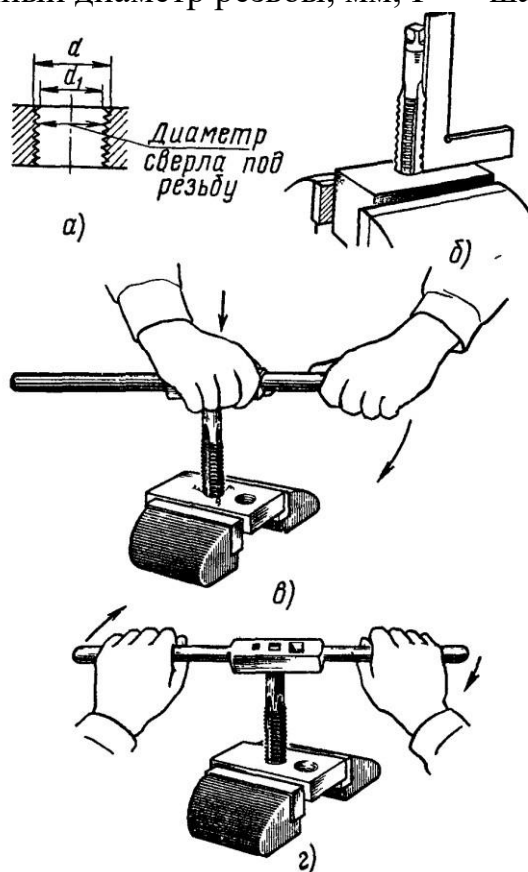

Рис. 84. Нарезание резьбы в сквозных отверстиях:
1. Изучить чертеж. Определить систему резьбы, диаметр и шаг (рис. 84, а).
- 13.левой рукой нажимать на вороток вдоль оси, правой рукой поворачивать его вправо (при правой резьбе), пока метчик не врежется на 1 - 2 витка в отверстие (рис. 84, в) и не займет устойчивое положение.
14. Взять вороток за рукоятки двумя руками и вращать по направлению резьбы с перехватом рук через каждые полуоборота (рис. 84,г), делать 1- 2 оборота в обратную сторону, что способствует обламыванию и выпаданию стружки из отверстия и тем предупреждает заедание инструмента. Не следует при нарезании резьбы прилагать большие усилия (особенно для резьбы с мелким шагом). Это приводит к выкрашиванию зубьев или к поломке метчика. Если инструмент идет туго (просверлено малое отверстие, канавки забиты стружкой), нужно вывернуть метчик, выяснить причину и устранить ее.